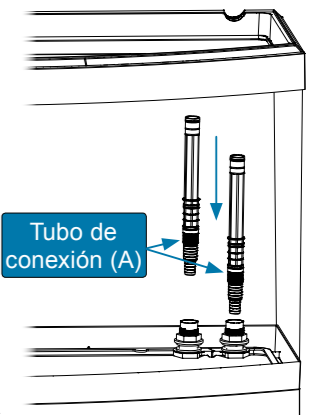

Fig. 2
- Deslice el tubo de conexión (A) completamente a través de la abertura (O) hasta que se detenga (Fig. 2).
- Coloque el segundo tubo de conexión (A) completamente por la abertura (I) hasta que se detenga (Fig. 2).